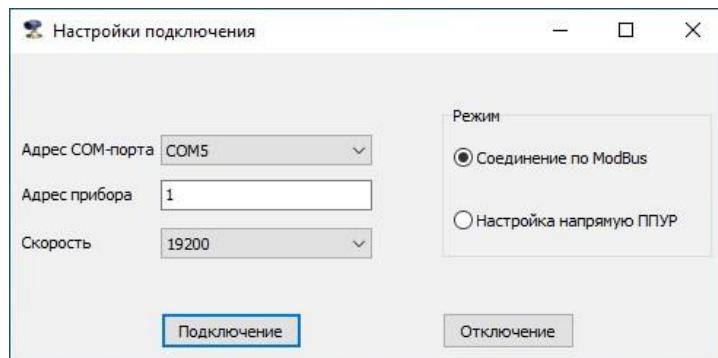

Рис.14 - Настройки подключения.
7.1.2 Запустить на ПК программу «Монитор Взлет РУ». Появится окно «**Настройки подключения**» (рис.14), в котором необходимо установить:
В этом случае следует нажать кнопку «**Отключение**» (закрыть канал связи) в окне «**Настройки подключения**» (рис.14), проверить электрические подключения к ПК и уровнемеру, а также корректность значений параметров связи. Особое внимание обратить на параметры: **Адрес СОМ-порта**, **Адрес прибора**, **Скорость**.